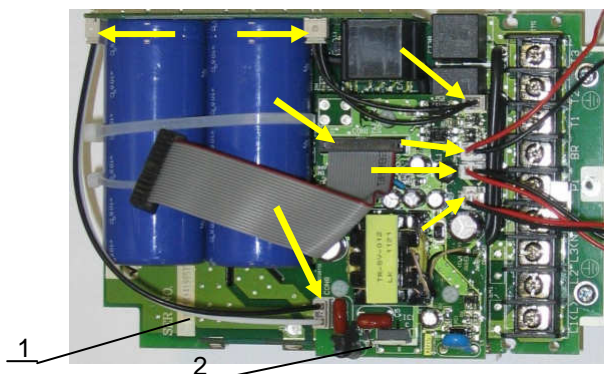

Рис.6.12
6.7.1. Отсоединить все кабели от платы питания и платы конденсаторов. Разъёмные соединения обозначены жёлтыми стрелками (рис.6.12). Положить кабели в тару.